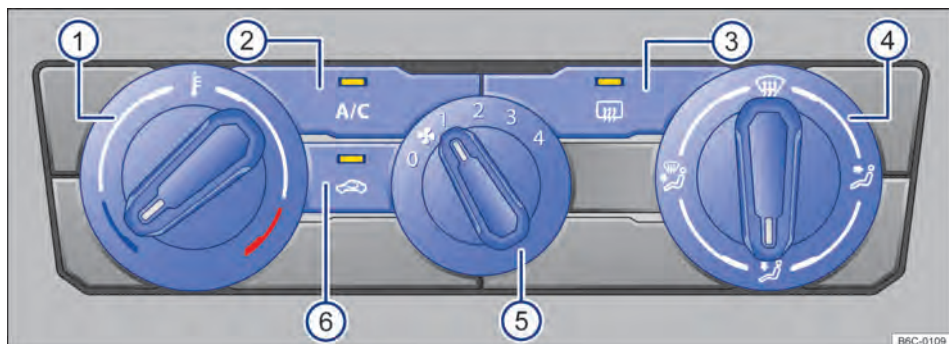

Fig. 84 Comandos do ar-condicionado.
- *Ar-condicionado*: girar o regulador do ventilador para o nível 0 → Fig. 84 .
- *Ar-condicionado*: girar o regulador rotativo esquerdo → Fig. 84 .
- *Ar-condicionado*: girar o regulador do ventilador → Fig. 84 (5).
- *Ar-condicionado*: girar o regulador da direita → Fig. 84 (4) para posição desejada.
– *Ar-condicionado*: girar o regulador direito para a posição  → Fig. 84 (4).